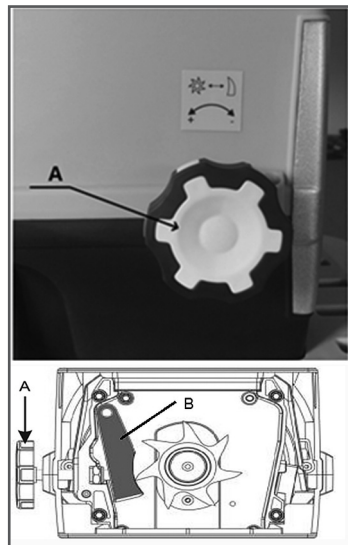

Рис. 6 Регулировка контрплиты
Для получения оптимального результата измельчения и предотвращения повреждения ножа контрплиты В (Рис. 6) должна периодически регулироваться. Для этого включите измельчитель, поверните регулировочную ручку контрплиты А (Рис. 6) по часовой стрелке, пока не будет слышен легкий шум трения, и мелкие алюминиевые стружки в течение короткого времени будут сыпаться из разгрузочного желоба. Если этого не произошло, а ручка контрплиты находится в крайнем положении, необходимо осмотреть состояние ножа и контрплиты и заменить при необходимости контрплиту.
1. Поверните регулировочную ручку контрплиты А (Рис. 6) против часовой стрелки до упора.